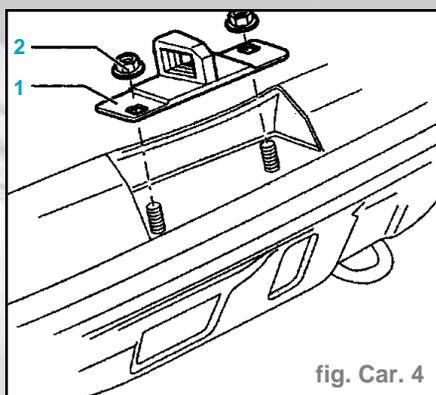

fig. Car. 4
- Serrer la gâche (1) avec les écrous (2) sans forcer (fig. Car. 4).